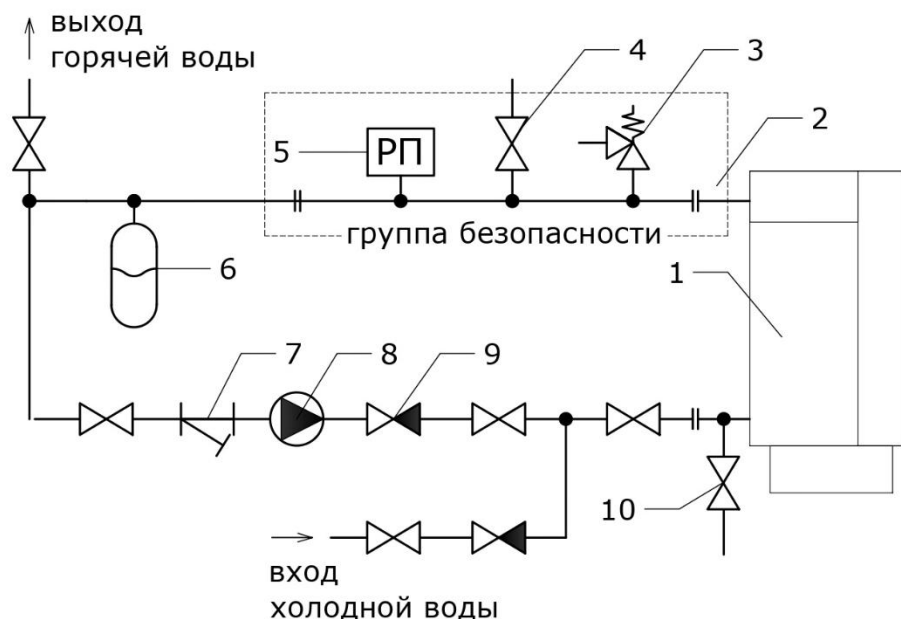

Рис. 4
6.6. Группа безопасности, входящая в комплект поставки, должна быть смонтирована только на выходном патрубке водонагревателя (см. рис. 4).
6.7. Рекомендуемая схема подключения водонагревателя показана на рис. 4.
6.9. Перед циркуляционным насосом обязательно должен быть установлен фильтр грубой очистки с размером ячеек сетки фильтрующего элемента не более 500 мкм, обратный клапан (при параллельном подключении нескольких электродкотлов) и кран (см. рис. 4).